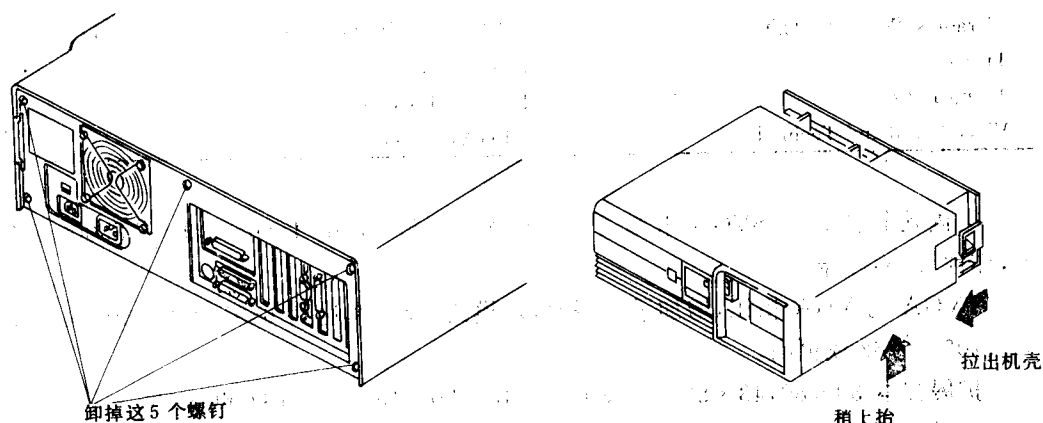

图 1—4 打开机壳示意图
面对主机背面, 能看到 5 个把机壳固定到机器上的螺钉 (如图 1—4), 在确信电源被切断之后, 用螺丝刀将 5 个螺钉取下, 然后旋转主机使其前面板朝操作者, 细心地将机壳向前抽拉, 使它倾斜取下, 然后, 观察内部结构和布局。
- 电源盒: 150—200W 开关电源 (图 1—5)。